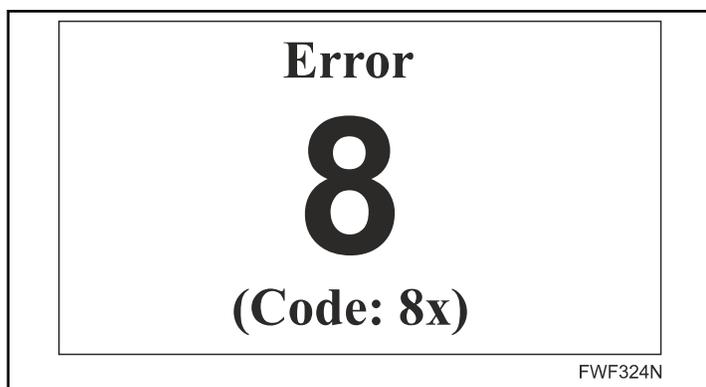

Figura 16
- En caso de una falla del interruptor de presión (caudal de aire) o un cambio no permitido de los parámetros del sistema de extracción externo de la máquina, se muestra el mensaje de advertencia 8 (*Figura 16*).